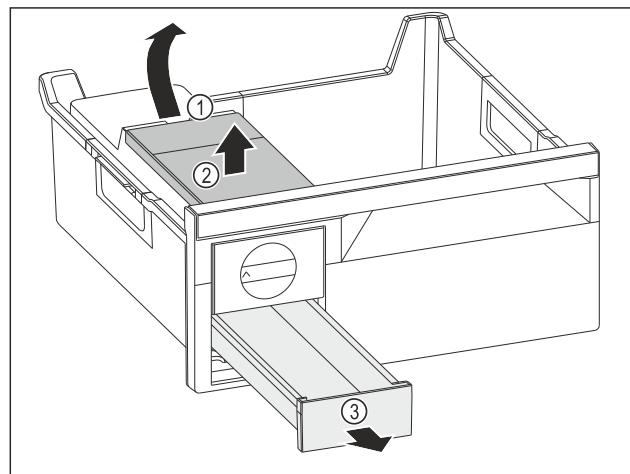

Fig. 130
- Извлеките бак для воды: Поднимите бак для воды за выемку Fig. 130 (1).
- Извлеките бак для воды Fig. 130 (2) движением вверх.
- Извлеките выдвижной ящик для кубиков льда Fig. 130 (3) движением вперед.